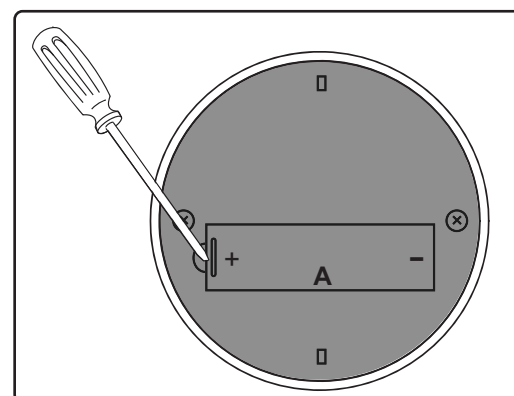

FIG. 4
La commande à distance radioélectrique est munie d'un aimant pour un entreposage facile. La commande peut être mise sur n'importe quelle surface magnétique, comme un réfrigérateur ou le support à commande Zephyr (FIG. 4). Le support à commande peut s'installer à une prise électrique standard pour un rechargement facile. Note : Le support à commande ne recharge pas la commande à distance RF.
Enlevez le couvercle du compartiment à pile (A) à l'aide d'un tournevis plat pour avoir accès au compartiment de la pile (FIG. 4).